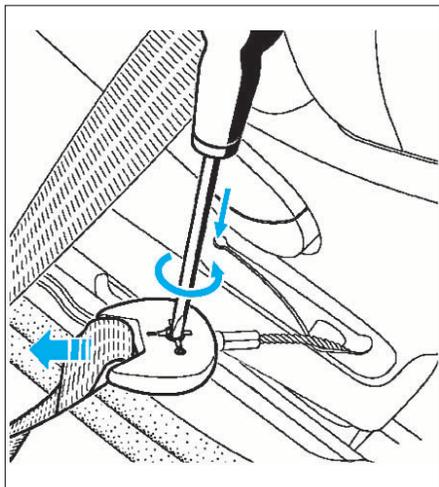

FIG. 17
- Décrocher la sangle de la ceinture de sécurité en actionnant la vis d'un quart de tour, à l'aide d'un tournevis (Fig.17).